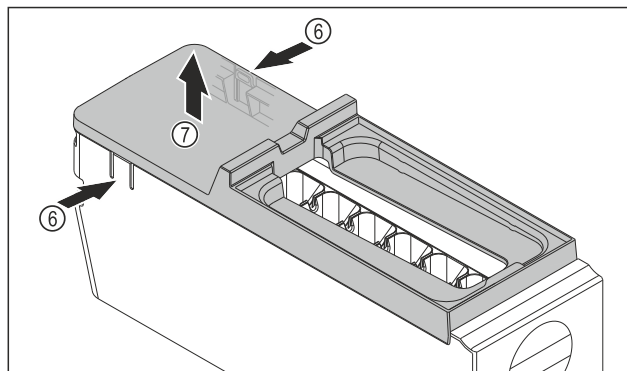

Fig. 132
- ▶ Odstráňte kryt korpusu EasyTwist-Ice: strmeň Fig. 132 (6) na oboch stranách korpusu EasyTwist-Ice zatlačte rukou.
- ▶ Kryt Fig. 132 (7) odoberte druhou rukou smerom nahor.